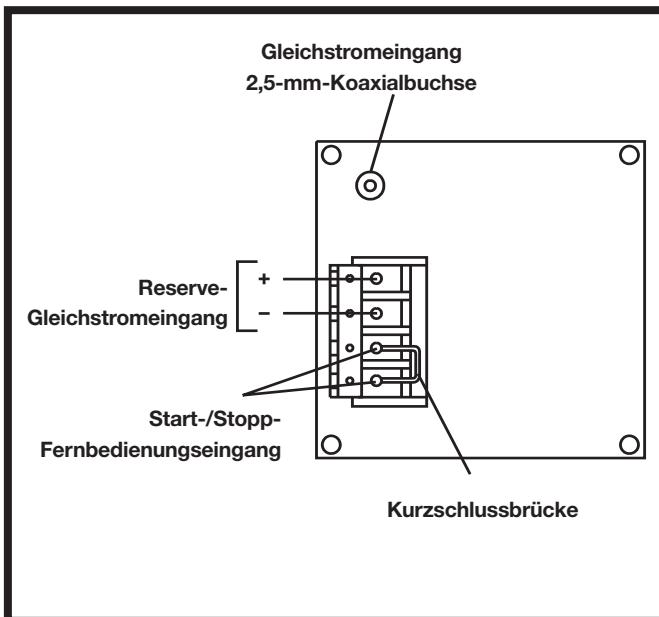

Abbildung 3. Pumpe – Rückwandkonsole
**Rückseitenkonsole, Abbildung 3,** enthält einen Gleichstromeingang zum Anschließen des Primärstroms und eine 4-polige Klemmleiste zum Anschließen der Start/Stopp-Fernbedienung und eines Reserve-Gleichstromversorgungsgeräts.
Die Pole 3 und 4 der Klemmleiste an der Rückwandkonsole, Abbildung 3, sind für die Start-/Stopp-Fernbedienung vorgesehen. Die Pumpenrichtung und die Geschwindigkeit können nicht fernbedient werden. Beim Einsatz ohne Fernbedienung werden diese Anschlüsse mit einer Brücke kurzgeschlossen.